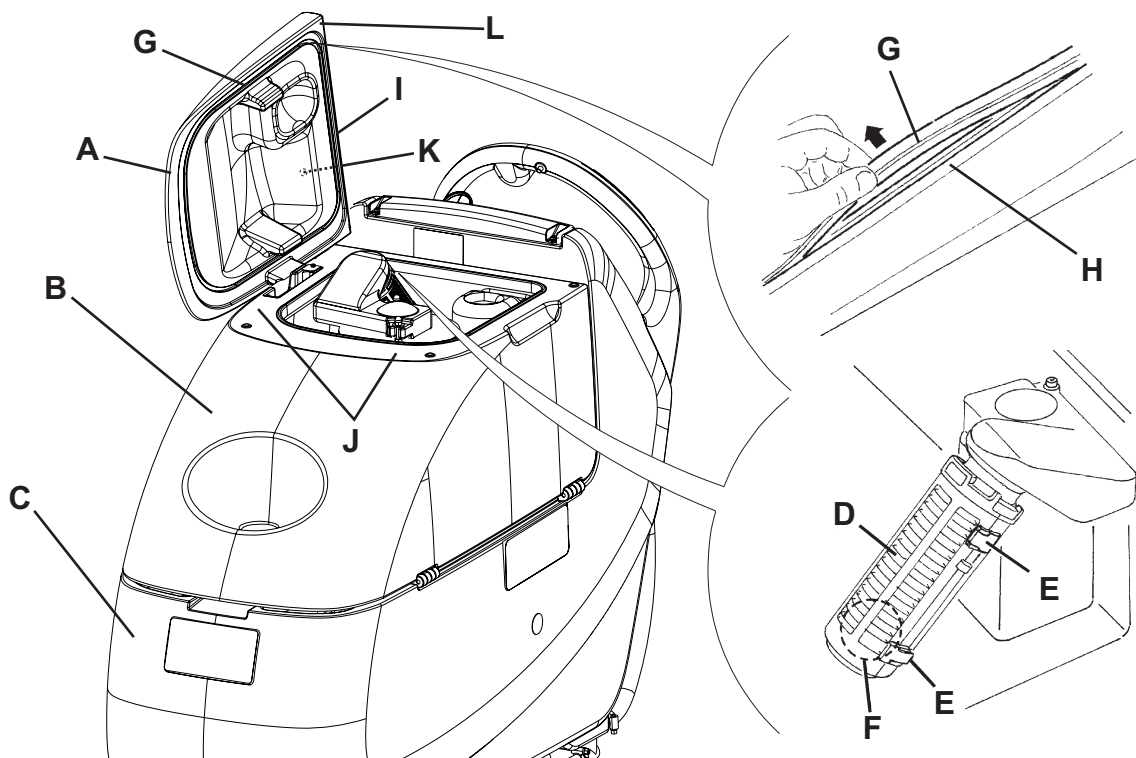

Рис. 6
2. Поверните ключ зажигания (80) в положение «0».
3. Откройте крышку (А, Рис. 6) в положение для мытья (L).
4. Помойте чистой водой крышку (А), бачки (В и С) и вакуумную решетку с автоматически запирающим поплавком (D). Спустите воду из бачков с помощью шлангов (16 и 17).
5. В случае необходимости освободите фиксаторы (Е) и откройте решетку (D), приведите в порядок поплавки (F), очистите все компоненты и затем установите их назад.
6. Проверьте, цела ли прокладка крышки (G).